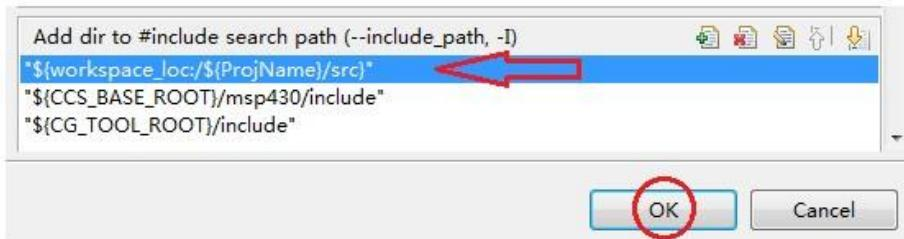

图 6.22 自定义的文件路径
5) 再次点击 OK, 我们就设置好自己的文件路径了, 如图 6.22 所示。再次点击 OK, 在工程目录的 Includes 里我们就有  PWM_LED/src 了。